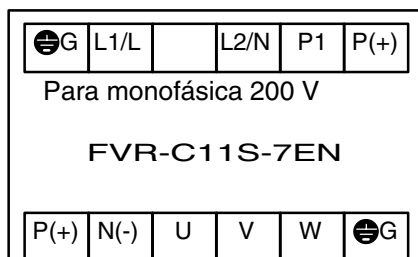

Figura 2-3-1 Disposición de los terminal del circuito principal y terminal de tierra
1. Siempre conecte la fuente de alimentación a los terminales principales de alimentación del variador. Si conecta la fuente de alimentación a cualquier otro terminal dañará el variador (véase Figura 2-3-1).